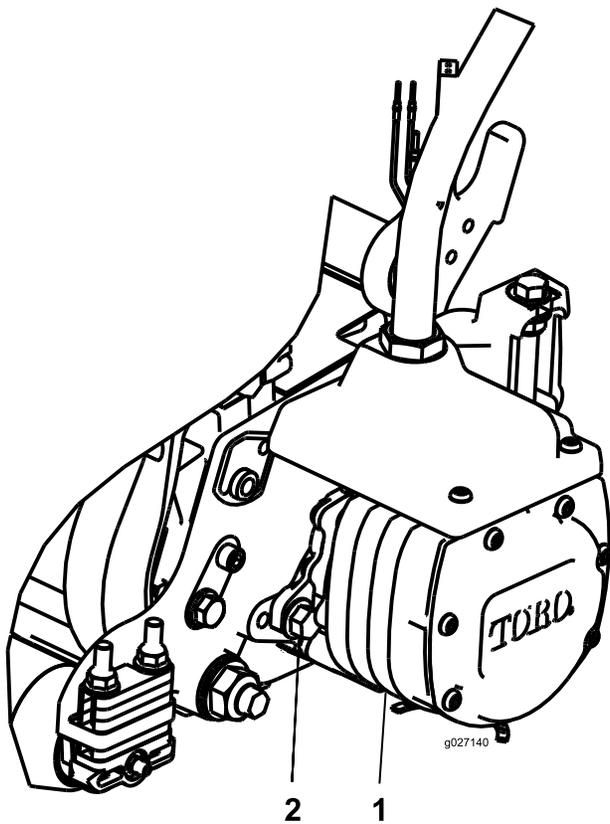

Figura 24
3. Alinhe o motor com a unidade de corte de modo a que as flanges do motor se afastem dos parafusos no sentido dos ponteiros do relógio (Figura 24).